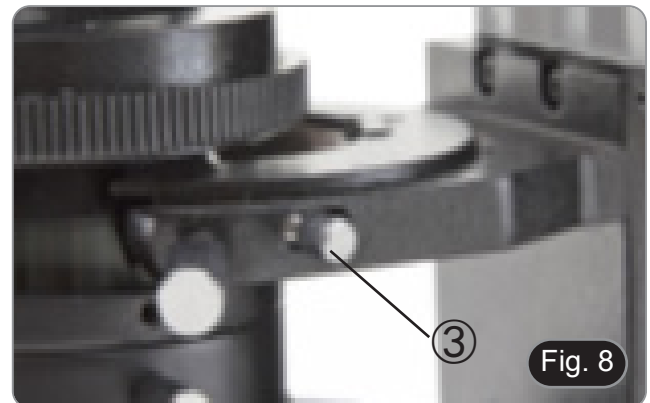

Fig. 8
- Lösen Sie die Sicherungsschraube des Kondensators ③. (Fig. 8)